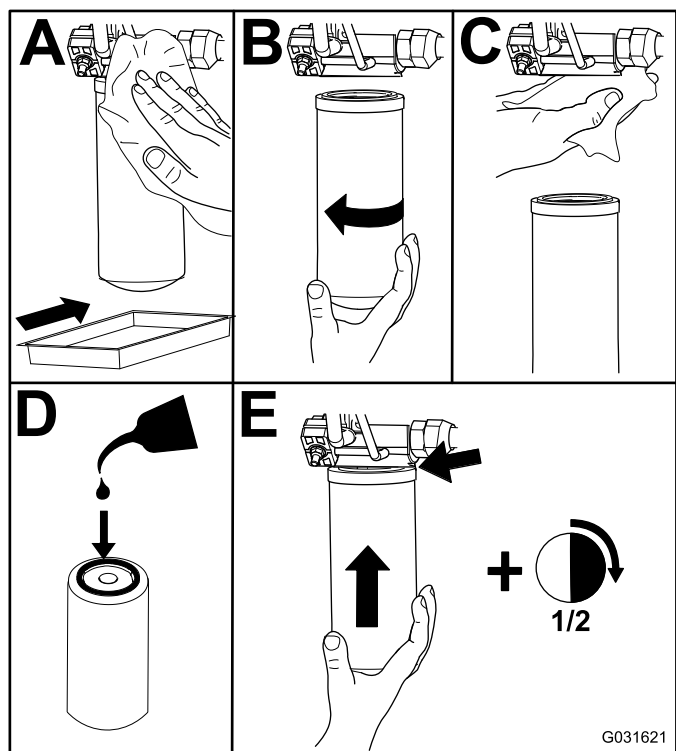

Figure 77
2. Remplacez les deux filtres hydrauliques (Figure 77).